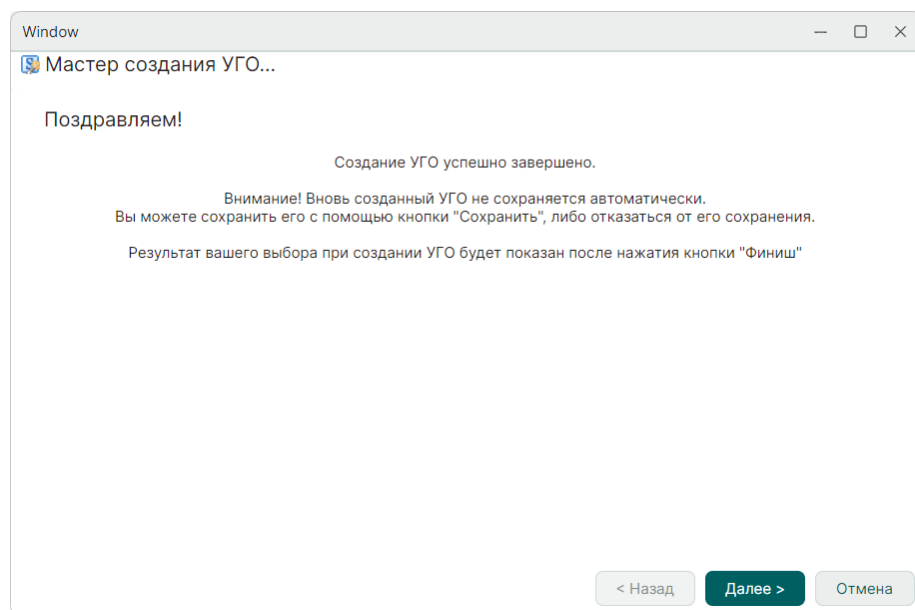

Рис. 233 Заключительное окно мастера создания УГО
6. Нажмите «Далее» для сохранения созданного УГО, см. Рис. 233.